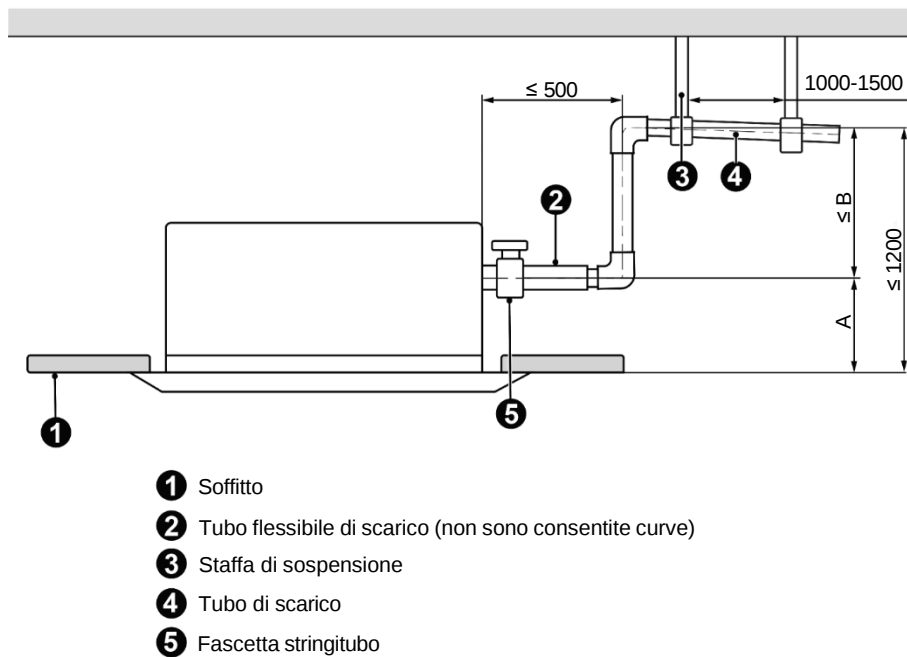

Fig.4.3.3
- (8) L'altezza di installazione del montante di scarico deve essere inferiore a B. La pendenza del montante rispetto alla direzione di scarico deve essere almeno dell'1%~2%. Se il montante è verticale rispetto all'unità, il dislivello ascendente deve essere inferiore a C, come illustrato nella Fig. 4.3.3.